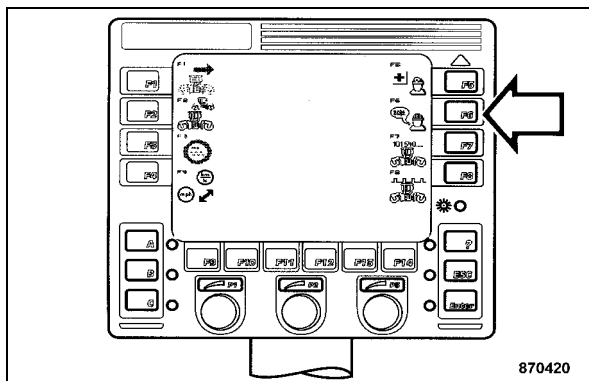

Fig. 86
- Appuyer sur la touche "F6" (Fig. 86), pour passer à l'écran de sélection de la "Langue de l'imprimante".